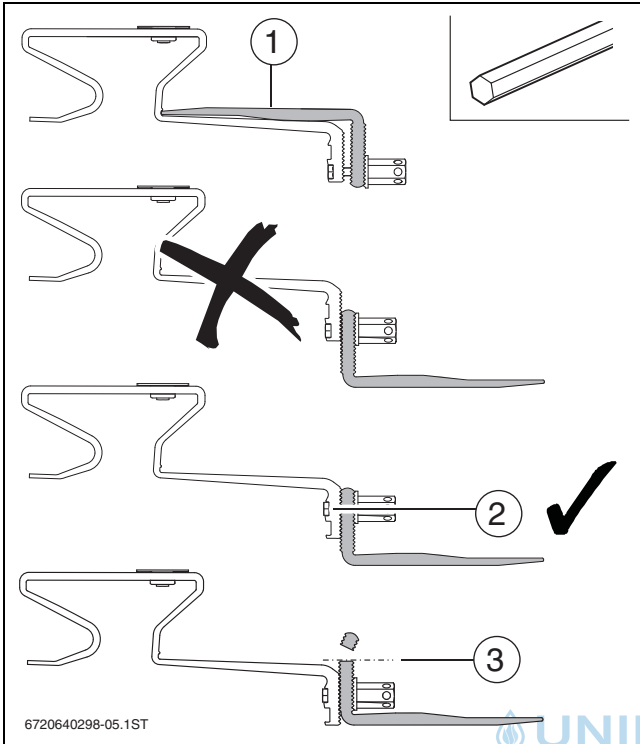

Bild 17 Sparrenanker vorbereiten
- ▶ Dachhaken-Unterteil in das obere Loch des Dachhakens umstecken. Mutter noch nicht festdrehen (→ Bild 17).